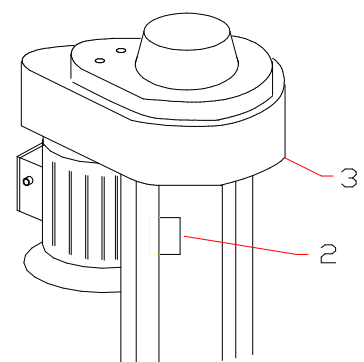

Fig.7
- Om er voor te zorgen dat de heftafel in de bovenste positie stopt is een eindschakelaar gemonteerd (2) en een stalen plaat aan de bovenzijde van de kolom (Fig.7).